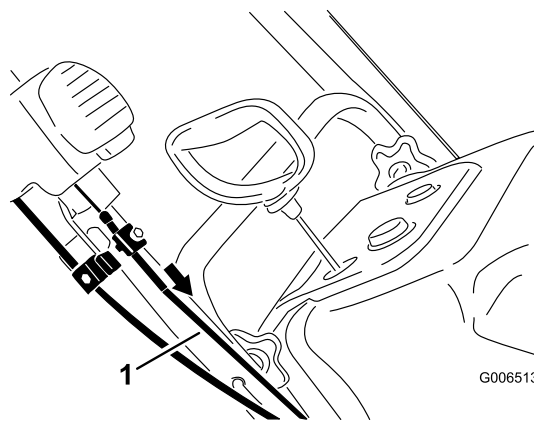

**Figure 42**
- Placez la commande Quick Shoot entre les deux flèches situées sur le côté droit de la partie supérieure du guidon (Figure 42).